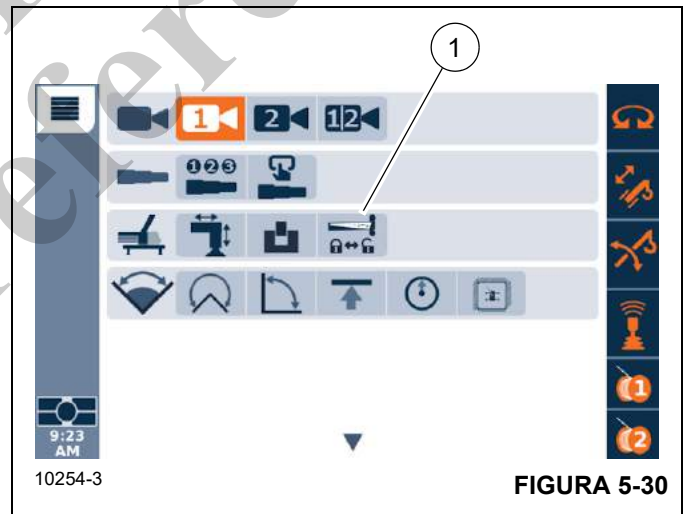

FIGURA 5-30
2. Use a placa de navegação do ODM ou o botão rotativo para destacar o ícone de aplicação/retração da extensão da lança (1, Figura 5-30).